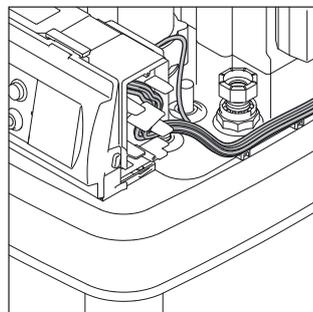

Bild 4-25 Verkabelung in Schikanten einlegen.
- Nach außen führende Verkabelung in der rechten Gehäuseseite in die Zugentlastungen einlegen (Bild 4-25). Für die interne Verkabelung im Austauschfall gilt die gleiche Vorgehensweise auf der linken Gehäuseseite.